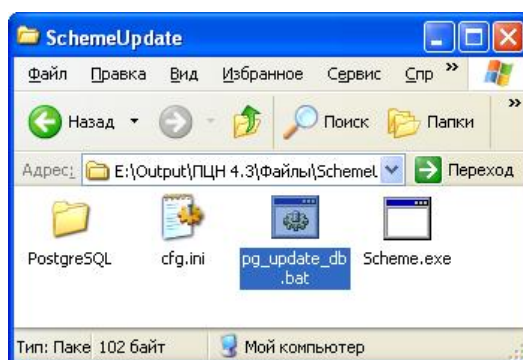

Рис. 4.2.23. Запуск файла обновления таблиц базы данных
- запустите на исполнение файл обновления таблиц базы данных *pg_update_db.bat*, который, по умолчанию, находится в папке *C:\Program Files\SchemeUpdate* (рис. 4.2.23).